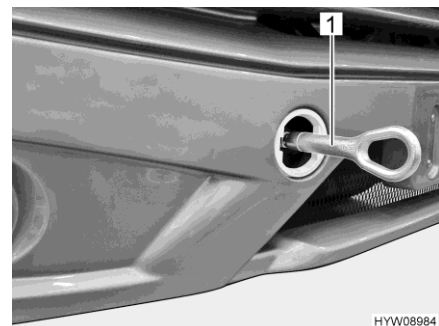

Bild 41 Abschleppöse (montiert)
- Abschleppöse (Bild 41,1) gemäß den Anweisungen in der Betriebsanleitung des Basisfahrzeugs montieren.